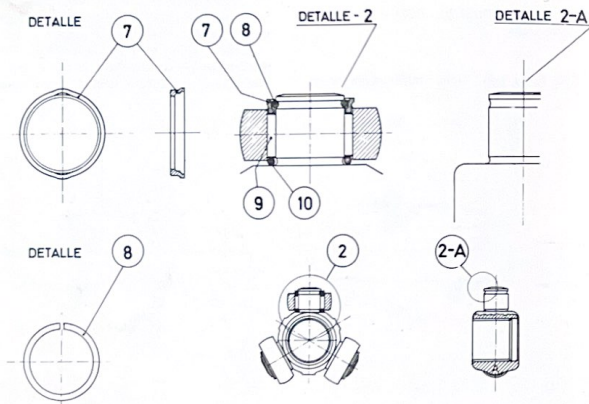

Fig. 4.2. Detalles de la junta trípode deslizante-homocinética.
fijados (Fig. 4.2. Detalle 2), por un anillo de retención (7) en forma de L, cuya ala transversal se apoya sobre el anillo (8) de retención, introducido en una garganta realizada en los pernos (2) y, por otra parte, en los extremos superiores de las agujas (9). Otro anillo de retención (10), permite el apoyo de las agujas en su parte inferior.